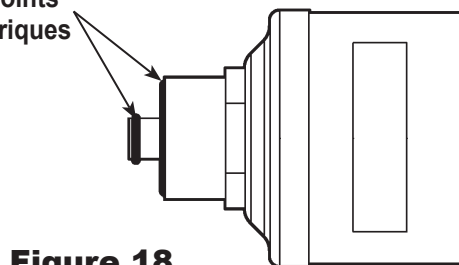

Figure 18
5. Examinez le nouveau filtre : assurez-vous que les deux joints toriques sont graissés et bien placés dans les cannelures, comme indiqué sur la Figure 18.